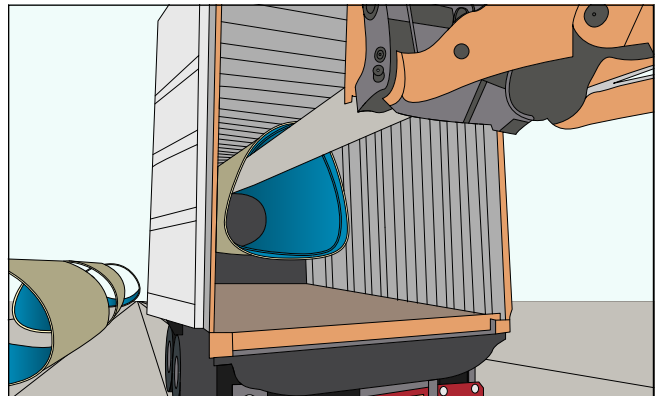

Fig. 10: Déchargement depuis la partie arrière du camion ou du container
- Depuis la partie arrière du camion à l'aide d'un chariot élévateur équipé d'une fourche spéciale passant à l'intérieur de la coque (Fig.10).